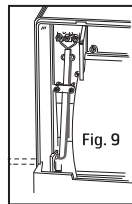
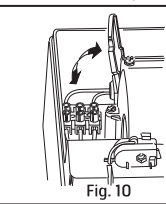

Fig. 9
Fig. 10
5. Elanslutning måste utföras av auktoriserad installatör i enlighet med kopplingsschemat, fig. 3a/3b. Anslutning görs i anslutningsplinten på fläktens bakre plåt, fig. 10. Ström-kabeln förs in i hål på baksidan, fig. 9, eller in från sidan vid samma hål där plasten är tunnare för håltagning.